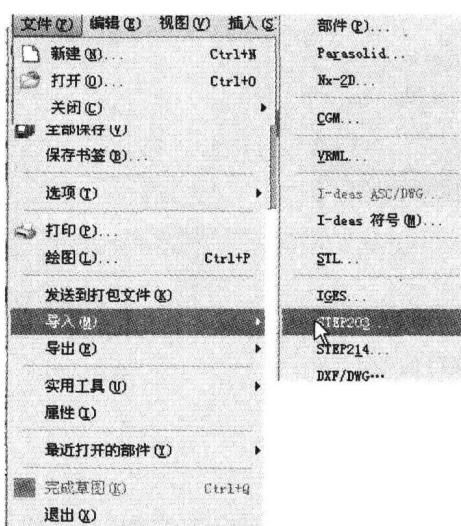
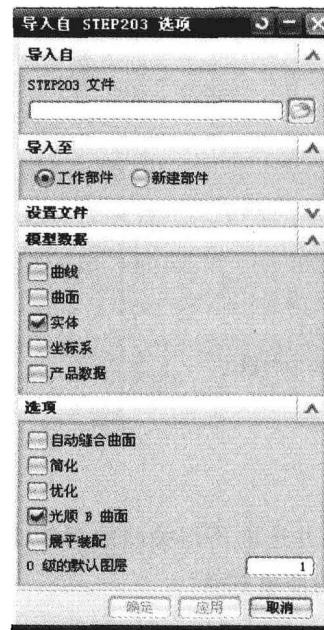

图 1-10 “文件导入”菜单
图 1-11 “导入自 STEP203 选项”对话框
(1) 新建一零部件,如图 1-10 所示的“文件导入”菜单,选择“文件”→“导入”→STEP203 命令,弹出“导入自 STEP203 选项”对话框,如图 1-11 所示。